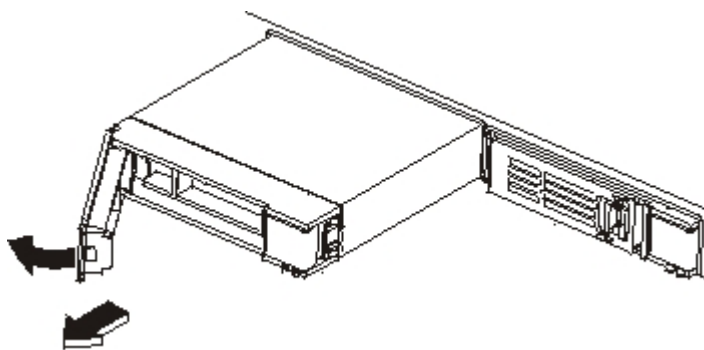

Figura 26. Extracción de un módulo de unidad de disco duro
3. Pulse el botón azul y se abrirá la palanca. En la Figura 26 se muestran los siguientes pasos.